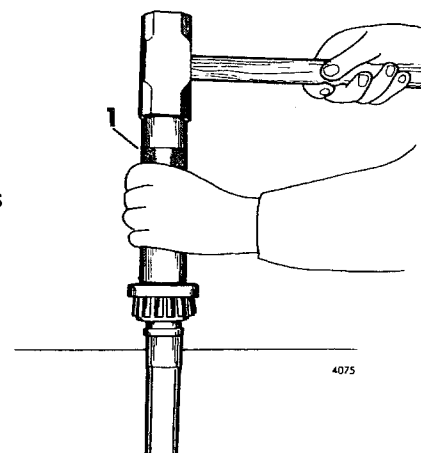

Fig 11-9. Montering av drivhjulsaxelns lager
8. Montera det nya lagret enligt fig 11-9. Se till att lagret pressas dikt an mot ansatsen på axeln. Om lagret inte pressas på ordentligt kommer det att flytta sig under körning med för stort axialspel som följd.